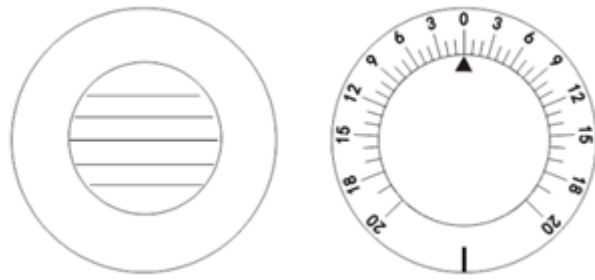
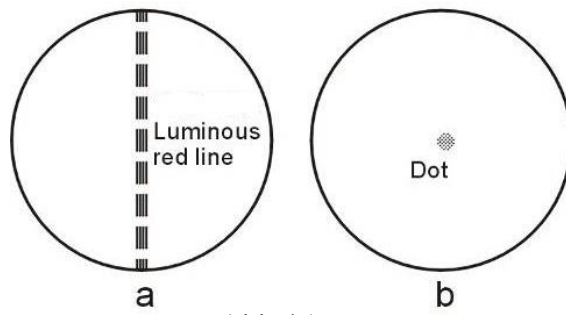
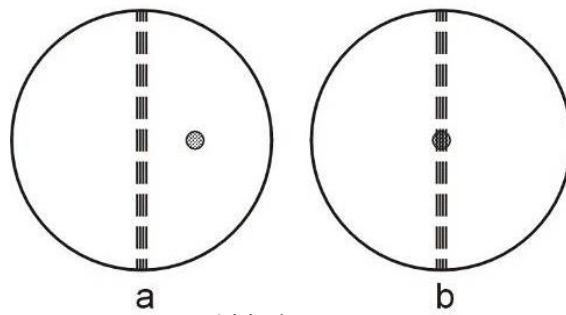
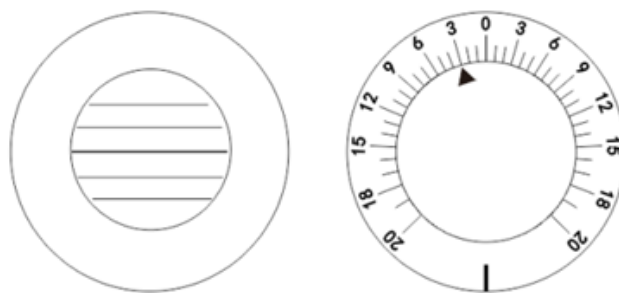

Abb.44
Abb.45
Abb.46
Abb.47
(1) Maddox-Stab- und Drehprismen-Methode
ein. Führen Sie zuerst eine horizontale Phoriemessung durch. Verfahren Sie gemäß (1) der Rotationsprisma-Methode, beschrieben in 6.8.5 Binocular Balance Test. Drehknopf für die Zusatzlinse drehen ②, und stellen Sie das rechte Auge auf MR_{RH} (Abb. 44). Drehen Sie den Prismendrehknopf ① mit der Einstellung 0 auf dem Dreieckssymbol, das dem linken Auge zugewandt ist. Zünden Sie ein kleines Fixationslicht an der Position an, an der das Diagramm projiziert wird. Nun sieht das rechte Auge des Testpersonen eine rote vertikale Linie (siehe Abb. 45 a) und sein linkes Auge einen hellen Fleck (siehe Abb. 45 b). Sie sind wahrscheinlich (a) oder (b) von Abb.46. Der Lichtfleck bewegt sich auch, wenn der Prismendrehknopf ① wird gedreht. Bitten Sie den Patienten dann zu sagen, wann er das in Abb. 46 b gezeigte Bild sieht. Das Testergebnis ist in Abb. 47 dargestellt. Die Rotationsskala des Prismas wird als 2 angezeigt. Das Ergebnis von 2ΔI (Basis nach innen) steht für 2Δ Neigung nach außen.